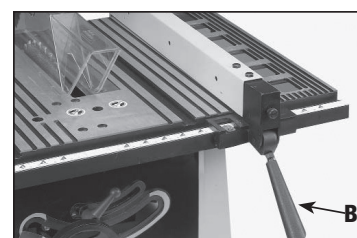

Fig. 26
3. La guía de corte generalmente se instala del lado derecho de la mesa de la sierra. Levante el mango de bloqueo (B), Fig. 26, y ubique la guía sobre la mesa. Empuje el mango hacia abajo (B), Fig. 26, para trabar la guía.